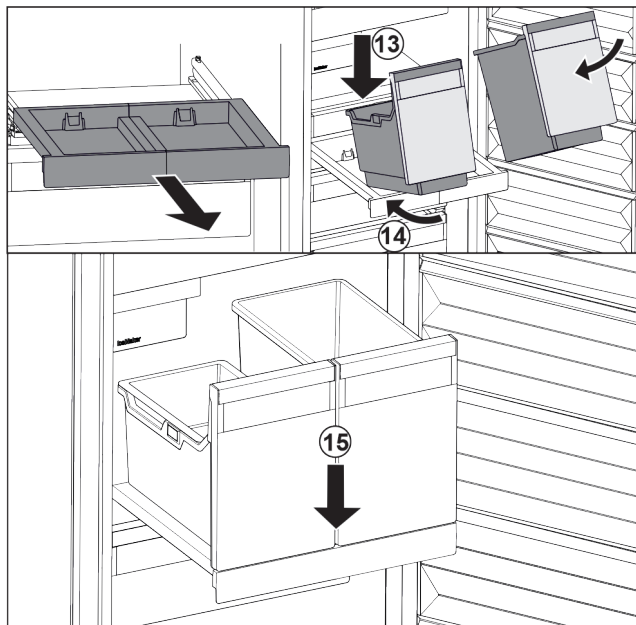

Fig. 123
- Nasadte nádobu šikmo na vysouvací desku. Fig. 123 (13)
- Zasuňte nádobu šikmo dozadu. Fig. 123 (14)
- Usadte vpředu nádobu. Fig. 123 (15)